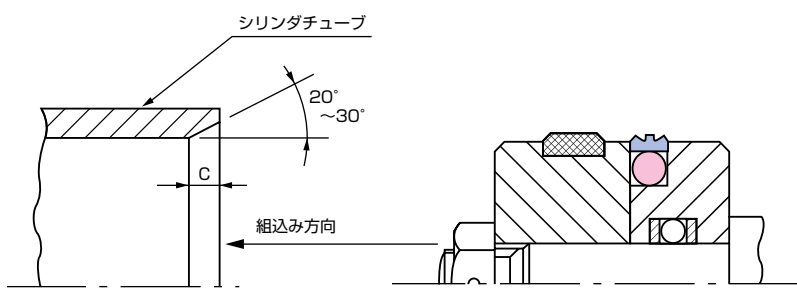

図2 キャップシールS(CAP-SP-××)の装着図
- 注2. シールを装着するときは、シールにきずをつけずしかも容易に組込むために、図2、3のようにシリンダチューブおよびロッドの端部にテーパを付けて下さい。